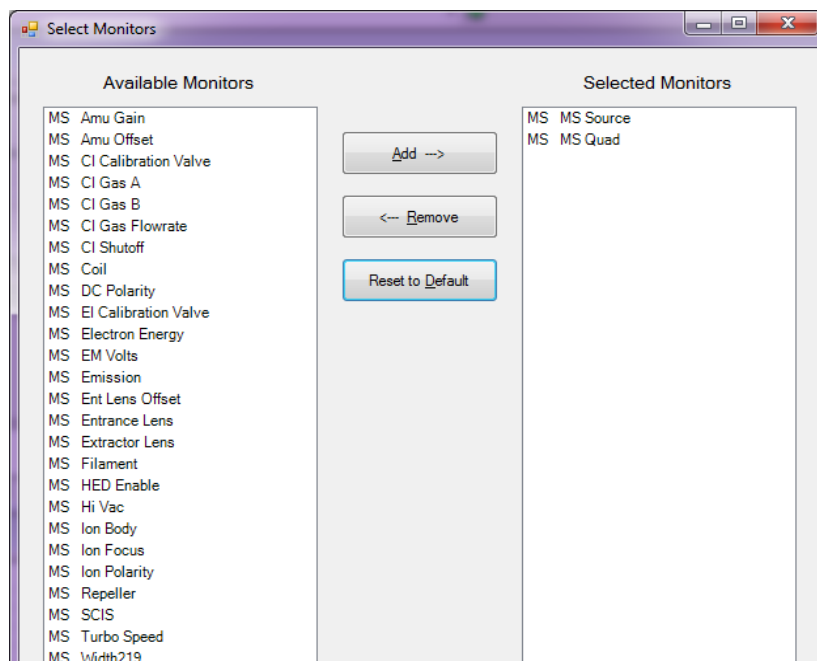

Abbildung 34. Dialogfeld „Bildschirme auswählen“
- 1 In der Anzeige **Instrument Control** (Gerätesteuerung) wählen Sie **Edit Monitors** (Ändern Bildschirme) aus dem **Instrument** (Geräte)-Menü, um den Dialog **Select Monitors** (Bildschirm auswählen) anzuzeigen. (Siehe Abbildung 34.)